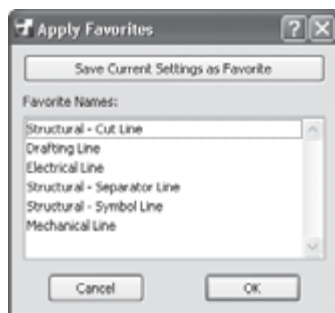

Рис. 3.6. Список сохраненных настроек линий
4. Нажмите кнопку Favorites (Избранное). Появится окно Apply Favorites (Применить избранное) со списком сохраненных настроек (рис. 3.6).